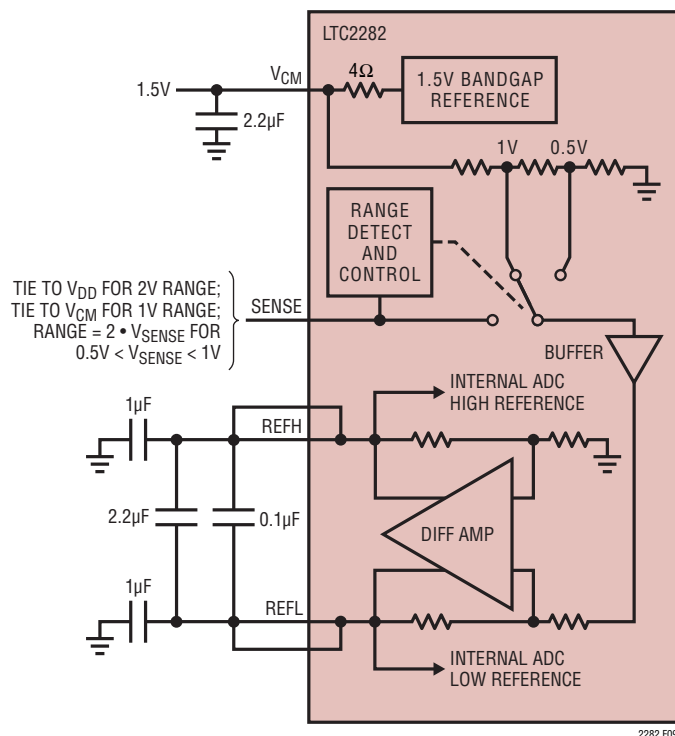

図9. 等価リファレンス回路
1.5Vのバンドギャップ・リファレンス、差動アンプ、およびスイッチングと制御の回路で構成されるLTC2282のリファレンス回路を図9に示します。内部電圧リファレンスはピンで選択可能な2V(差動±1V)または1V(差動±0.5V)の2つの入力レンジに設定することができます。SENSEピンをV_{DD}に接続すると2Vの範囲が選択され、SENSEピンをV_{CM}に接続すると1Vの範囲が選択されます。
差動アンプはADCの“H”リファレンスと“L”リファレンスを生成します。高速スイッチング回路がこれらの出力に接続されているので、これらの出力は外部でバイパスする必要があります。各出力には2つのピンがあります。パッケージのインダクタンスを減らすために複数の出力ピンを必要とします。バイパス・コンデンサは図9に示すように接続する必要があります。ADCの各チャンネルのリファレンスは独立しており、バイパス・コンデンサも各チャンネル専用です。2つのチャンネルで使用する入力範囲は、同じでも別々でもかまいません。